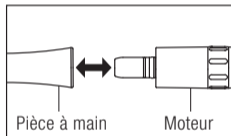

Fig. 1
- 1 Insérez la pièce à main directement dans le moteur (Fig. 1).
Tenez le moteur et la pièce à main, puis tirez pour les séparer (Fig. 1).